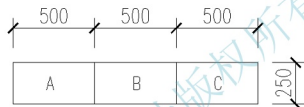

图 3.133 修改图形
- (1) 按图 3.133 所示尺寸绘制图形。
- (2) 利用【拉伸】命令将图中的矩形 A 和 B 的长度分别修改为 1000mm，将矩形 A、B、C 的高度修改为 500mm。